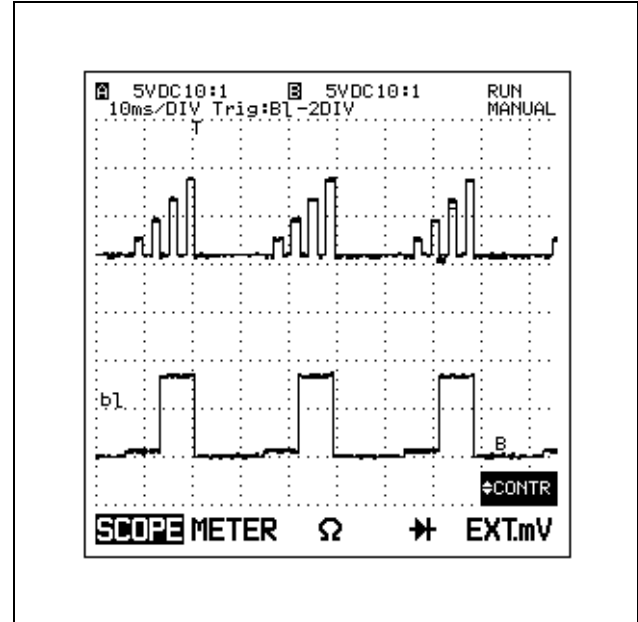

Abbildung 8-10 Stabile Triggerung an INPUT B
5. Betätigen Sie die Tasten MOVE MOVE für INPUT B, um die Signalform B im unteren Anzeigebereich zu positionieren (siehe Abbildung 8-10).